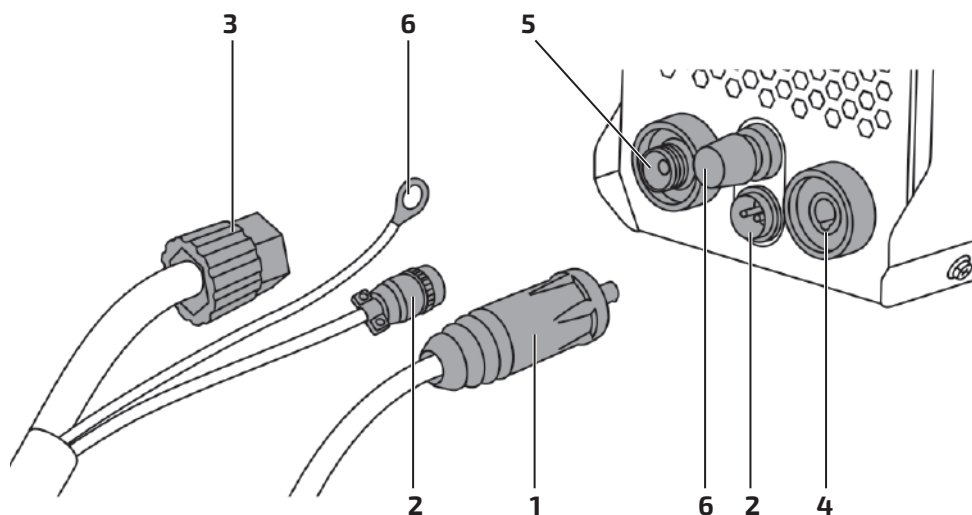

Рис. 6.3 Схема подключения.
3. Подключите силовой вход плазмотрона к разъёму аппарата на передней панели (см. рис. 6.3, пункт 5), убедитесь в плотной фиксации соединения.
4. Подключите разъем управления плазмотроном к разъёму аппарата на передней панели (см. рис. 6.3, пункт 2).
5. Подключите контакт провода дежурной дуги к разъёму на передней панели аппарата (см. рис. 6.3, пункт 6).